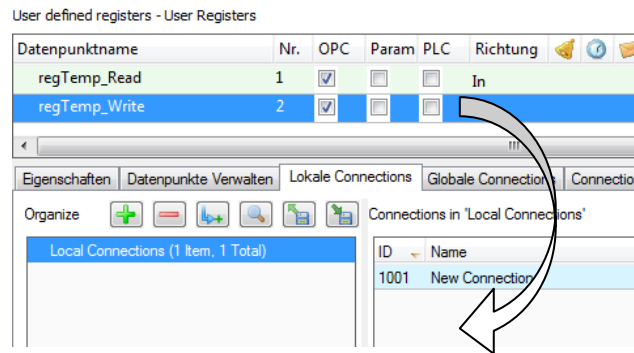

Abbildung 126: Erzeugen einer Connection mittels Drag-and-Drop
- In der Property-Ansicht unter der Datenpunktliste klicken Sie auf den Karteireiter **Lokale Connections** wie in Abbildung 126 gezeigt.
- Dann ziehen Sie einfach den Datenpunkt auf einen freien Bereich in der Connection-Liste wie in Abbildung 126 gezeigt.
- Um einen Datenpunkt der Connection hinzuzufügen, ziehen Sie den neuen Datenpunkt auf den freien Bereich in der Connection-Liste wie in Abbildung 126 gezeigt.